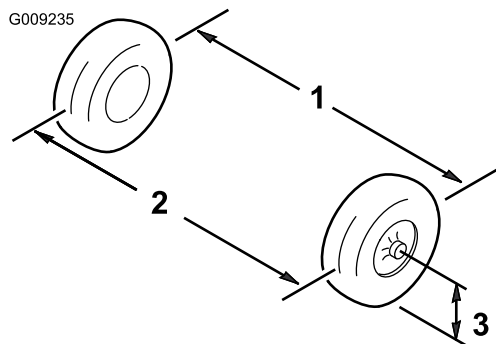

Figure 101
5. Mesurez la distance entre les roues avant à hauteur d'essieu, à l'avant et à l'arrière des roues (Figure 101).